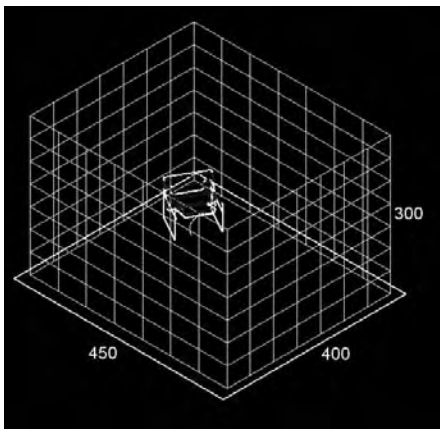

Fig.17.25
- 9 Afin de pouvoir simuler plus correctement l'effet de l'éclairage, créez quelques parois autour du siège : 4 murs, un sol et un plafond (fig.17.25) et habillez les parois avec des matériaux.